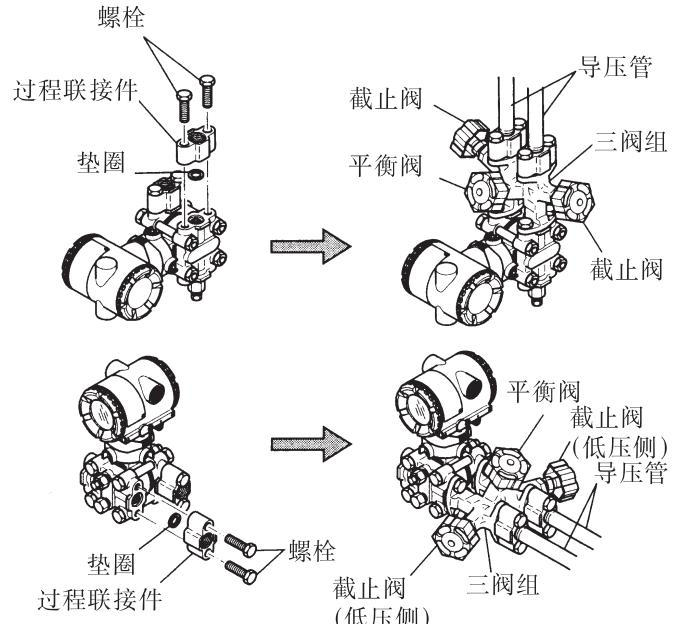

图 5.1.1c 三阀组(直接连接型)
■直接型(图 5.1.1c)
①把三阀组安装在变送器上。(固定时请用附带在三阀组上的 2 个垫圈和 4 个螺栓。拧紧螺栓，用力要均等。)
②在三阀组多支管的上部(接导压管侧)装上过程接头和过程接口垫圈并坚固。